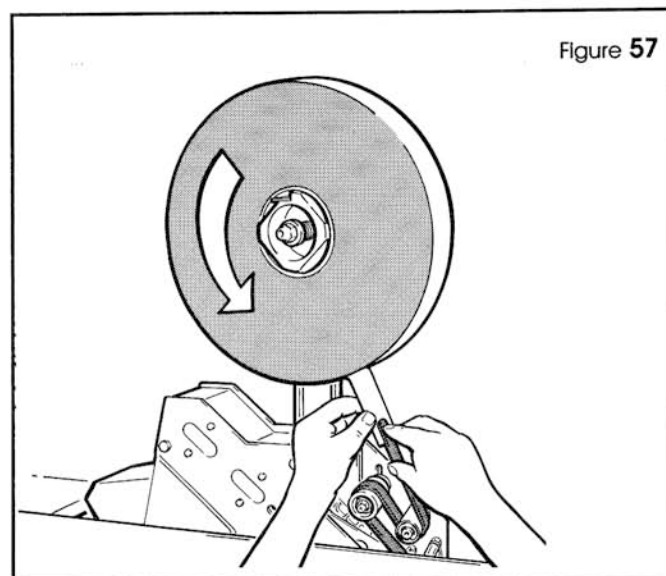

Figure 57
Maak het begin van het plakband goed vast aan het uiteinde van de doorsteeknaald, zoals in figure 57 getoond wordt.
- Maak nu het uiteinde van het plakband aan de doorsteeknaald vast (zie figure 57)